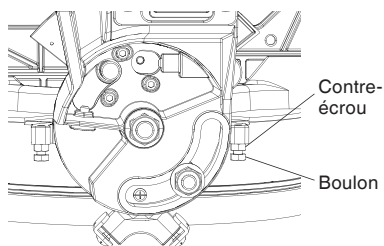

Fig. 16
- (1) Complètement déployer la garde secondaire (B) vers la gauche, puis tirer la goupille de réglage (A) vers l'avant de la machine.
**REMARQUE:** Quand la goupille de réglage (A) est rentrée, il peut être nécessaire de décaler l'ensemble du bras supérieur de la scie à onglet vers la gauche/droite pour libérer la pression de maintien.
- (2) Desserrer la poignée de verrouillage d'angle en biseau et incliner complètement vers la gauche le carter.
- (3) Au moyen d'une équerre combinée, confirmer si la lame est 45° par rapport à la table.
- (4) Pour ajuster, incliner le carter à 0°, desserrer le contre-écrou et tourner le boulon vers l'intérieur ou l'extérieur pour augmenter ou diminuer l'angle comme illustré sur la Fig. 16.
- (5) Incliner le carter en arrière vers la gauche et reconfirmer l'alignement.
- (6) Répéter les étapes jusqu'à ce que la lame soit à 45° par rapport à la table. Une fois l'alignement obtenu, serrer le contre-écrou et la poignée de verrouillage d'angle en biseau.